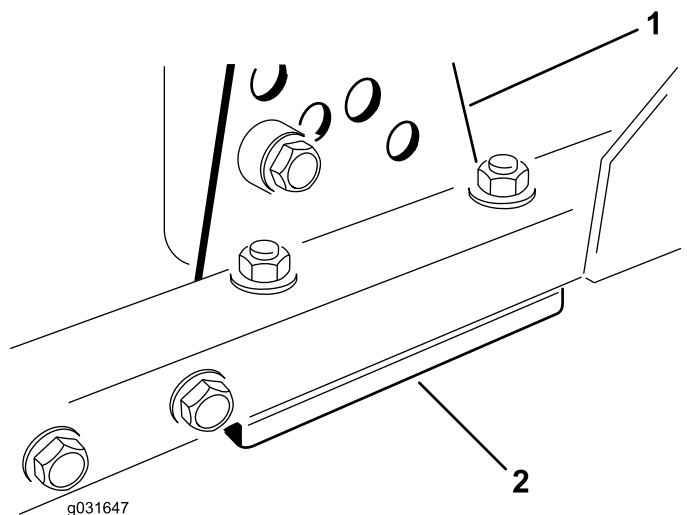

Figura 69
1. Retire el soporte de altura de corte (delantero, izquierdo o derecho) del bastidor de la carcasa (Figura 69).
- Coloque suplementos de 1,5 mm y/o 0,7 mm entre el bastidor de la carcasa y el soporte hasta lograr la altura de corte deseada (Figura 69).
- Instale el soporte de altura de corte en el bastidor de la carcasa con los suplementos restantes colocados debajo del soporte de altura de corte (Figura 69).